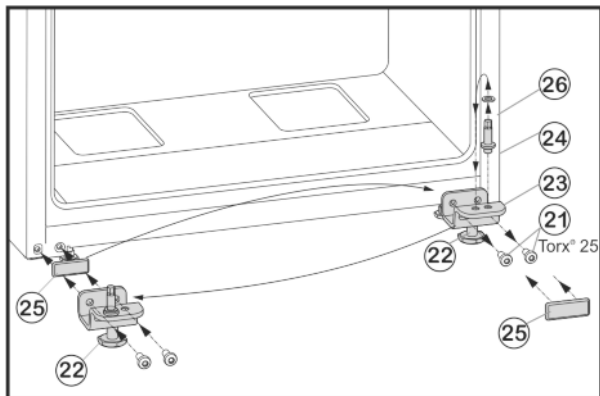

Fig. 6
- ▶ Открутите крепежные винты Fig. 6 (21).
- ▶ Снимите нижний опорный кронштейн Fig. 6 (23) вместе с опорным пальцем Fig. 6 (24), шайбой Fig. 6 (26) и регулируемой опорой Fig. 6 (22).
- ▶ Открутите опорный палец Fig. 6 (24) вместе с шайбой Fig. 6 (26) и, переставив в отверстие на противоположной стороне опорного кронштейна, снова прикрутите.
- ▶ Аккуратно снимите защитную пластину Fig. 6 (25) и переставьте ее на противоположную сторону.
- ▶ Прикрутите нижний опорный кронштейн Fig. 6 (23) вместе с опорным пальцем Fig. 6 (24), шайбой Fig. 6 (26) и регулируемой опорой Fig. 6 (22) с другой стороны шарнира (с моментом 4 Нм), при необходимости используйте аккумуляторный шурупверт.
- ▶ Установите нижнюю дверцу сверху на опорный палец Fig. 6 (24).
- ▶ Выверните регулируемую опору Fig. 6 (22) на нижнем опорном кронштейне Fig. 6 (23) до ее соприкосновения с полом.